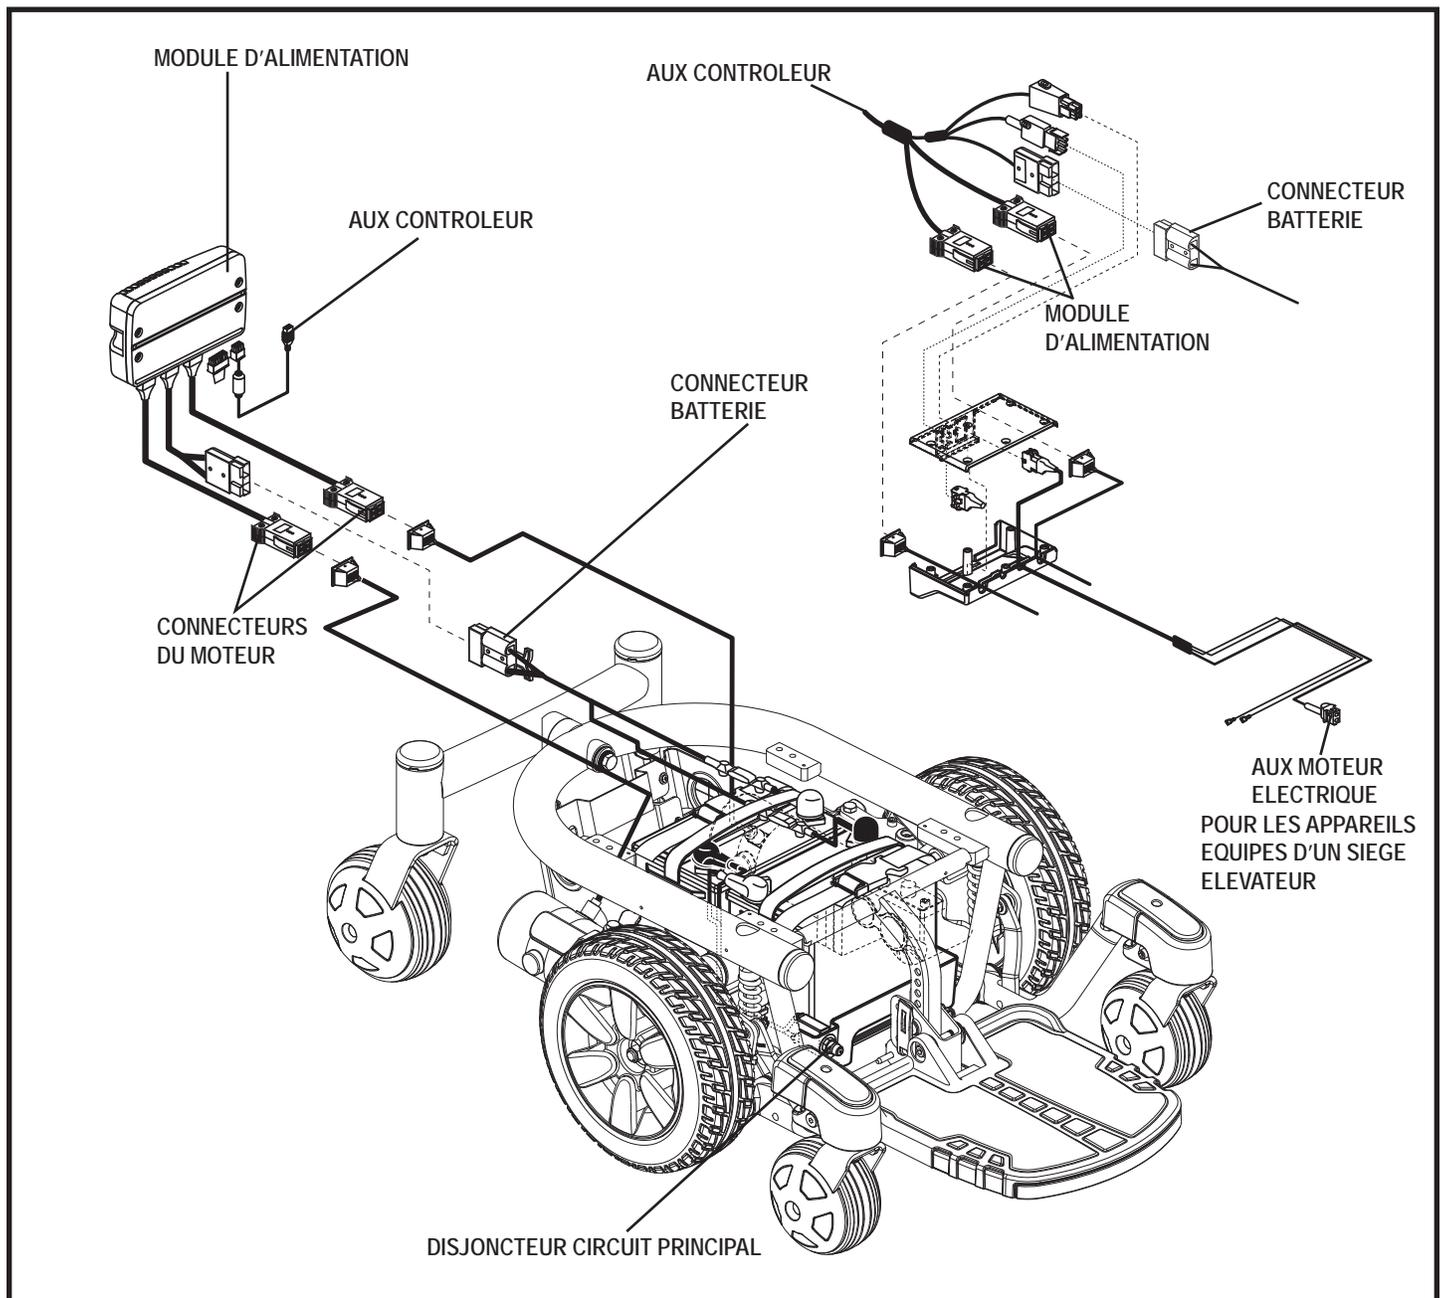

Figure 3. Composantes électroniques du J6
Les composantes électroniques sont situées soit à l'intérieur de la base motorisée. Le disjoncteur du circuit principal est situé sur le devant de le plateau à batteries. Les connecteurs du contrôleur sont aussi placés à l'intérieur de la base motrice. **Voir la figure 3.**
6. Branchez le connecteur du contrôleur dans la base motorisée. **Voir la figure 3.**
4. Débranchez le/les connecteur(s) du contrôleur de la base motorisée. **Voir la figure 3.**